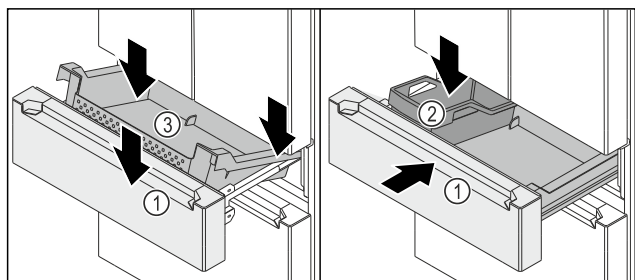

Fig. 149
- ☐ Wózek wysuwany Fig. 149 (1) jest wyjęty.
- ▶ Pojemnik Fig. 149 (3) umieścić po prawej i lewej stronie na szynach.
- ▶ Pojemnik Fig. 149 (3) opuścić z przodu tak, aby pojemnik Fig. 149 (3) znajdował się na szynach po prawej i lewej stronie.
- ▶ Zakładanie FlexBox Fig. 149 (2).
- ▶ Wsunąć wózek wysuwany Fig. 149 (1).